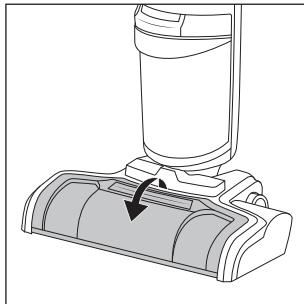

Abb. 33
- ◆ Fassen Sie den Spritzschutz **7** oben an der Griffkante (**PULL**) und ziehen Sie diesen nach vorne, um ihn vom Fußteil **3** zu entfernen (siehe Abb. 33).